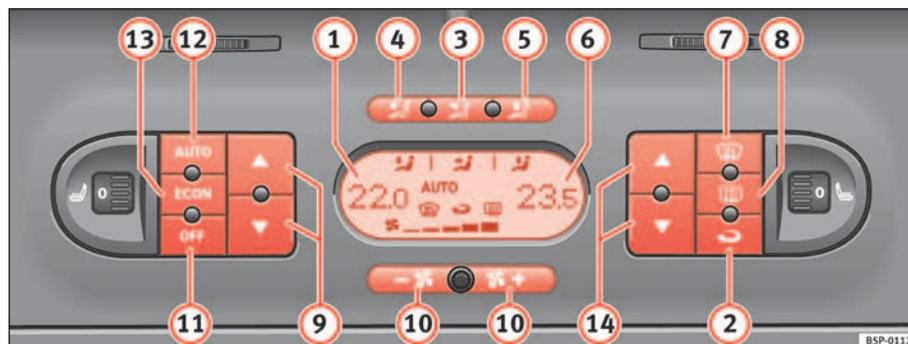

Fig. 125 Sur le tableau de bord : éléments de commande du Climatronic 2 zones
- Appuyer sur les touches de régulation de la température ⇒ page 159, fig. 125 9) ou 14) pour régler la température du côté gauche et droit respectivement.
- Appuyez sur la touche  ⇒ page 159, fig. 125. Le mot « AUTO » apparaît sur l'affichage.